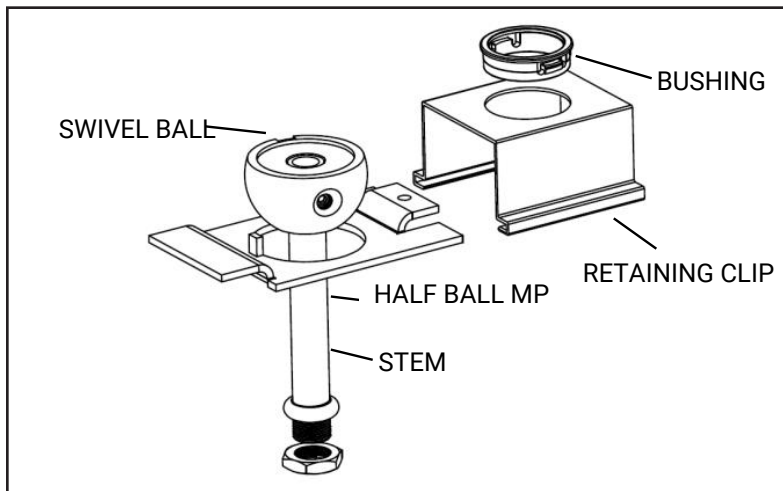

Figura 5
6. Después de instalar la **bola giratoria**, introduzca la **varilla** a través de la **placa de montaje de media bola** (Figura 5).
7. Introduzca el casquillo en el **gancho de retención** (Figura 5).
8. Deslice el **gancho de retención** en la **placa de montaje de media bola** (Figura 5).